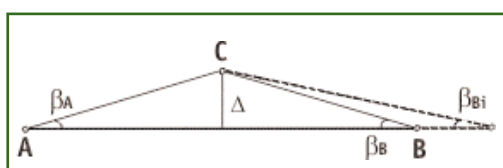

Рис. 2
где **D_{AB}**, **D_{CA}**, **D_{CB}** — горизонтальные проложения; **β_A**, **β_B** — горизонтальные углы (рис. 2).
точке C , установить ноль по горизонтальному кругу, выполнить измерения и записать их. Навести визирную ось тахеометра на точку A , выполнить на нее измерения (можно только угловые) и записать их. При расположении точки C слева от створа (рис. 2) горизонтальные углы будут левые, при расположении ее справа — правые. Вычислить поправку K по формуле (2).